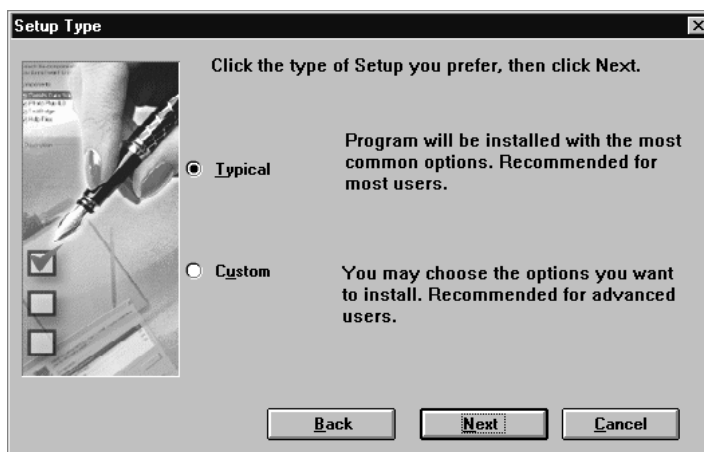

Figura 19: selezione del tipo di installazione
- Fare clic su 'Avanti' {Next} per accettare la directory predefinita e continuare con l'installazione. Viene visualizzata al finestra riportata in Figura 19.